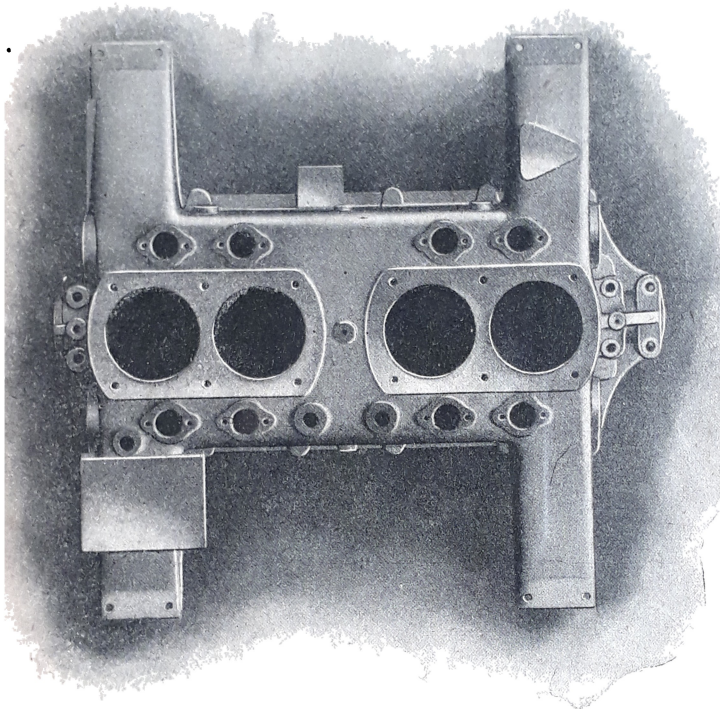

Fig. 35 — Carter per motore a 4 cilindri.
Il *carter motore* (fig. 35) non è solamente un organo di protezione, ma altresì un organo di supporto. Forma la base del motore; ad esso sono fissati con bulloni i cilindri (1). È generalmente costruito in alluminio per renderlo leggero; talvolta in bronzo, raramente in acciaio fuso. Ordinariamente formato di due pezzi uniti in un piano orizzontale che coincide col centro del collo d'oca, è nel suo interno ermeticamente chiuso per contenere l'olio che serve alla lubrificazione dei diversi organi in movimento, e per impedire l'entrata della polvere. Varia la sua forma secondo il numero e la disposizione dei cilindri; esternamente è munito di attacchi che servono a fissare il motore ai due lungheroni dello *châssis*.
(1) In un veicolo automobile ogni scottola metallica è chiamata *carter* quando serve a racchiudere dei pezzi in movimento, come il collo d'oca del motore, un *train baladeur*, il cambio di velocità, il differenziale, ecc.